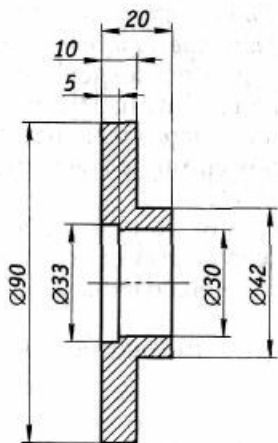
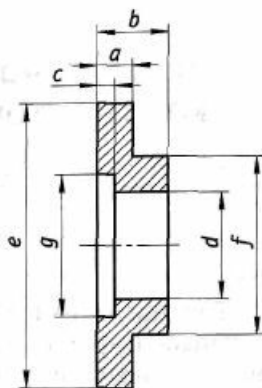

Рис. 3.6. Чертеж крышки
Рис. 3.8. Параметрический чертеж крышки
Разберем поэтапно выполнение чертежа крышки (рис. 3.6) в параметрическом виде.
1. Вызовите команду *Установить значение размера* и укажите размер, который собираетесь изменить. В окне диалога установите размер в соответствии с чертежом (см. рис. 3.6), одновременно назначьте имя переменной (рис. 3.8). Установите значения всех размеров и имен переменных.
1. Откройте новый фрагмент (обычно открытие нового документа выполняется до открытия библиотеки). Требуется выполнить чертеж крышки амортизатора с произвольными размерами, но с подобной топологией (см. рис. 3.8).